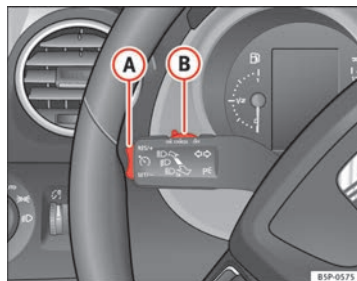

Fig. 150 Levier des clignotants et des feux de route : commande et touche basculante pour régulateur de vitesse
- Lorsque la vitesse à mémoriser est atteinte, appuyez une fois brièvement sur la partie inférieure **SET/-** de la commande à bascule ⇒ fig. 150 **A**.